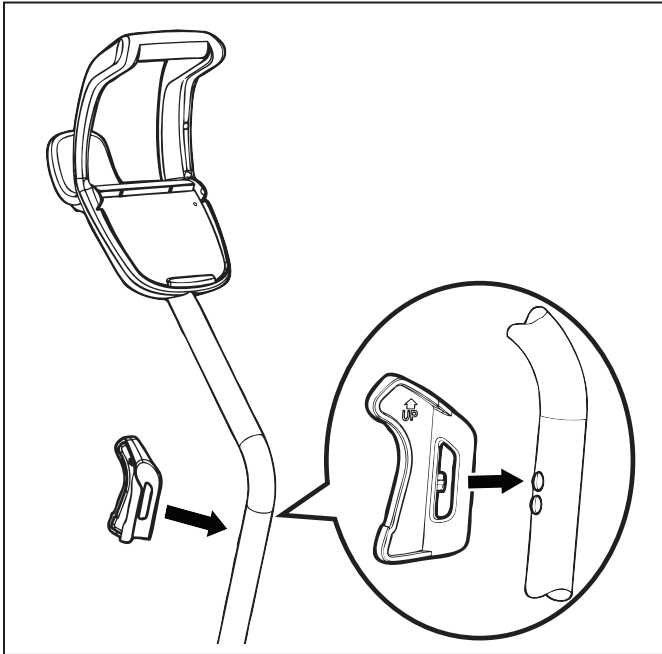

Figura 7. Coloque el gancho del limpiador en su lugar
- Haga alinear el pasador del gancho con los agujeros en el caño de la manija y colóquelos en su sitio (Figura 7).